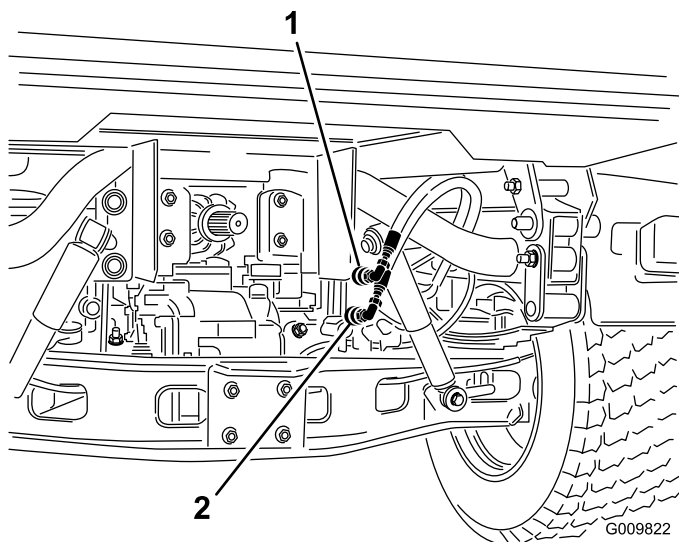

Рисунок 80
2. На обоих автомобилях отсоедините по два шланга быстроразъемных соединительных муфт от шлангов, прикрепленных к кронштейнам соединительных муфт (Рисунок 80).